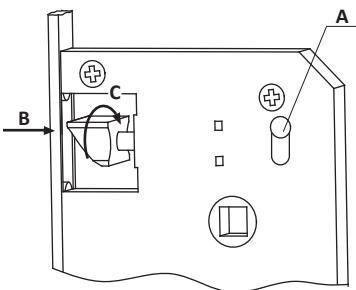

Рис. 2
1. Перед установкой замка убедитесь, что скос защелки направлен в сторону закрывания двери. Чтобы переставить защелку, приподнимите фиксирующий флагок (A) и освободите защелку. Поверните ее в необходимую сторону и верните в исходную позицию (Рис.2). Фиксация произойдет автоматически.